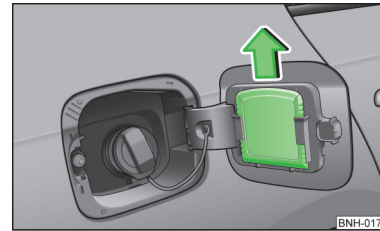

Abb. 129
- Den Eiskratzer in Pfeilrichtung herauschieben » Abb. 129.